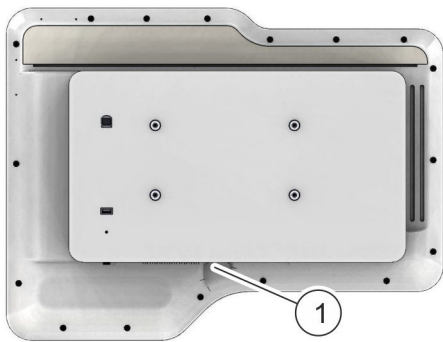

Fig. 4 : Interrupteur Marche/Arrêt sur le terminal
1. ➤ Appuyer sur l'interrupteur Marche/Arrêt (Fig. 4 /1) pour allumer le terminal.
3. ➤ Appuyer sur l'interrupteur Marche/Arrêt (Fig. 4 /1) pour éteindre le terminal.